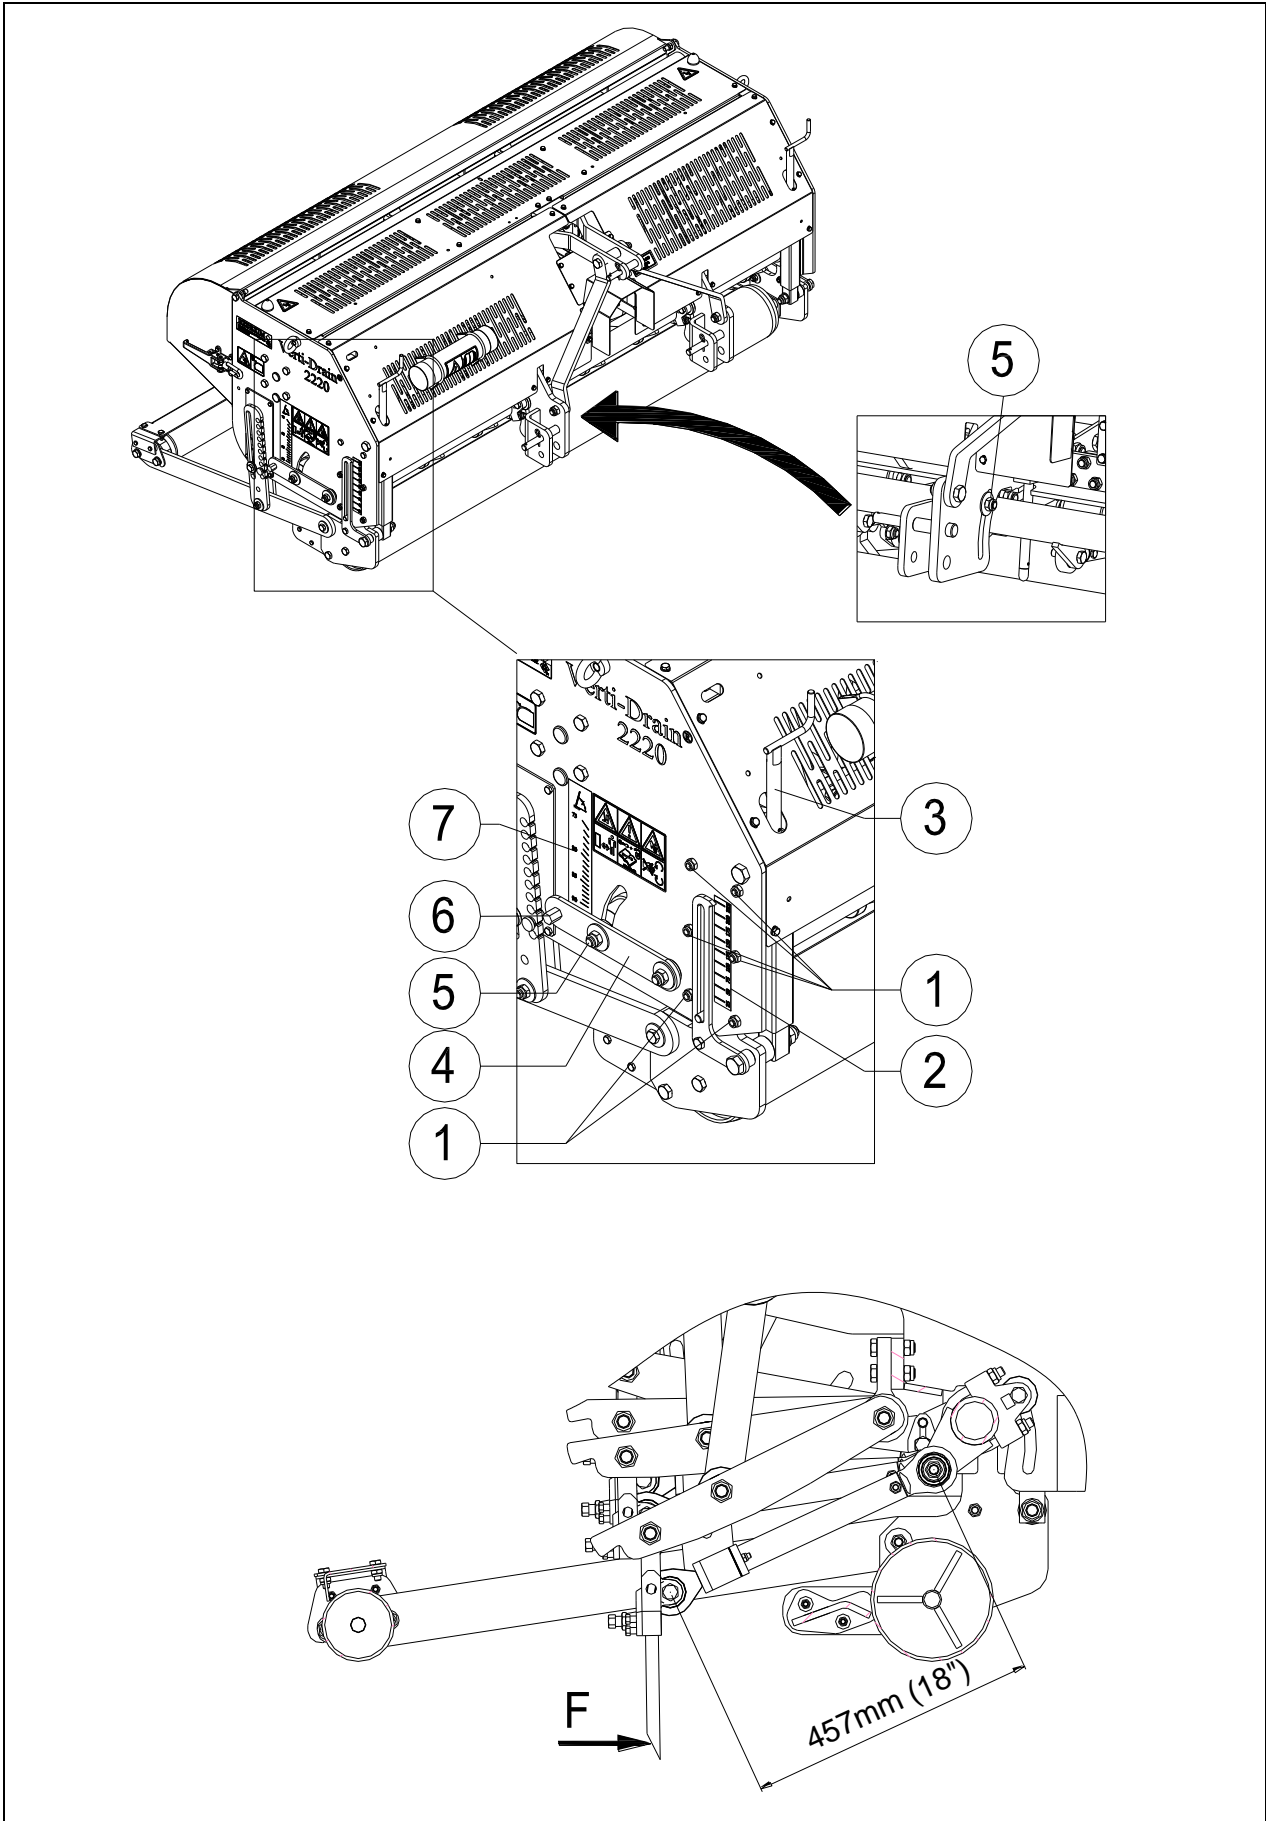

Fig. 10
La profondeur de travail peut être réglée lorsque la machine est soulevée, voir la figure 10. Serrer les écrous en vis un tour sur les deux côtés de la machine. Puis activer ou désactiver la broche 3. Le 2 autocollant sur le côté de la machine, le réglage de profondeur. Si la profondeur de travail est atteinte, serrer les écrous 1 à nouveau.
Tous les axes peuvent être réglés simultanément avec les poignées (4) sur le côté de la machine (voir Figure 10). Montez la machine au-dessus du sol et desserrez les contre-écrous (5) des deux côtés de la machine. Ajustez l'angle en mettant la clé fermée fournie sur l'hexagone (6) de la poignée (4). L'indicateur (7) donne l'angle. Retirez la clé fermée fournie et resserez tous les contre-écrous (5).
- ⚠ Dans le cas d'un angle de 90°, les axes vont dans le sol perpendiculairement seulement si la machine est installée correctement (voir Figure 10). Si la machine n'est pas installée correctement, une force F peut survenir qui endommagerait le moteur.